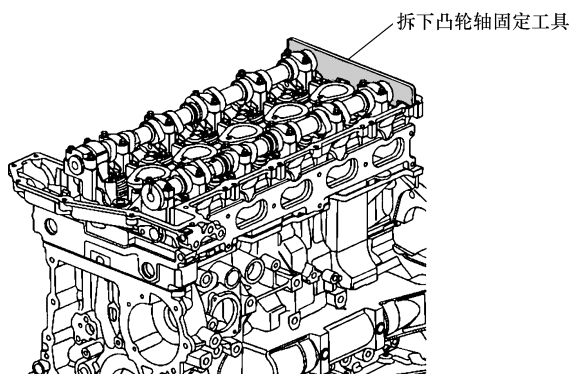

图 17-24 取下凸轮轴固定工具
13) 按照图 17-24 所示, 从凸轮轴上拆下凸轮轴固定工具。